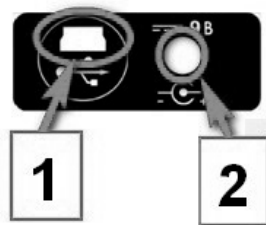

Рисунок 5
- вставьте штекер зарядного устройства в ответную часть разъема 2 (рис. 5);